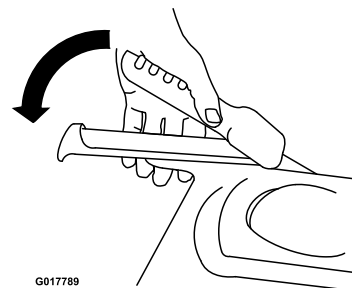

Рисунок 12
- Медленно прижмите левый рычаг привода тяги к рукоятке (Рисунок 12).